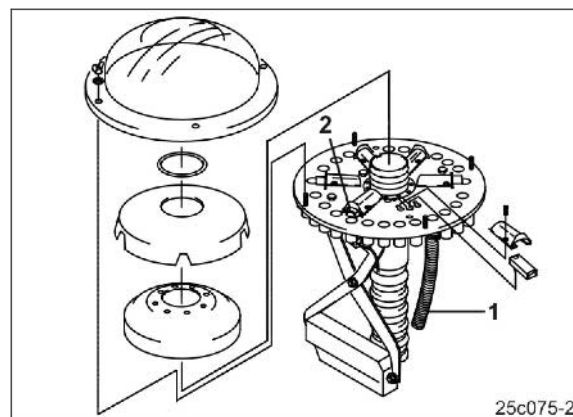

Рис. 121
- Семяпроводы (Рис. 121/1) сошников тех-колеи должны быть закреплены на тех выпускных отверстиях, которые могут закрываться при помощи заслонок (Рис. 121/2).
Для создания двух колеи в распределительной головке может закрываться следующее количество заслонок на одну колею (Рис. 121/2):
- Неиспользуемые заслонки (Рис. 121/2) деактивируйте.